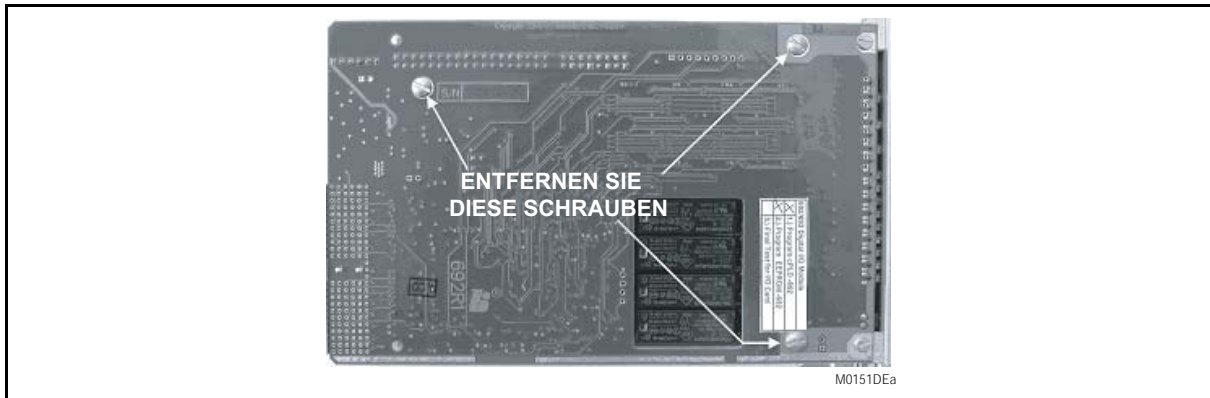

ABBILDUNG 13 - P30A MODUL-DEMONTAGE
**Hinweis:** Falls Sie Zugang zu den Jumpern nur im Hinblick auf die Konfiguration der digitalen Ausgangsrelais benötigen, muss PCB 716 nicht entfernt werden und Sie können diesen Schritt überspringen. Ansonsten (für den Zugang zu den Bereichs-Jumpern für die Eingangspunkte 9-16) entfernen Sie die beiden Schrauben, die in Abbildung 13 angezeigt wird. Lokalisieren Sie P8 (die 16-Stift-Matrix verbindet PCB 716 mit PCB 692) und entfernen Sie diese Kontaktstifte vorsichtig vom Kopfverbinder.